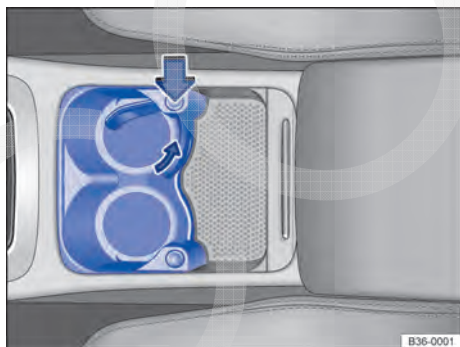

Fig. 231 No console central: porta-bebida dianteiro.
- Apertar o botão ⇒ **Fig. 231** (seta grande) para liberar o suporte.
- Desrosquear o engate do suporte de sua fixação, girando no sentido contrário ao da seta menor ⇒ **Fig. 231** e removê-lo.